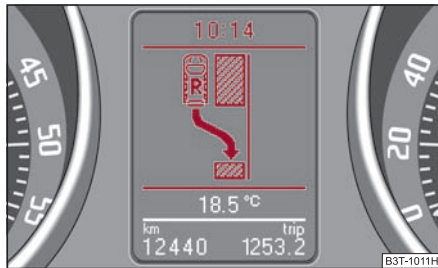

Fig. 144 Ecran d'informations: Place de parking détectée avec l'indication "Enclencher la marche arrière"
- Continuez à rouler encore un peu jusqu'à ce que l'indication ⇒ fig. 144 s'affiche.